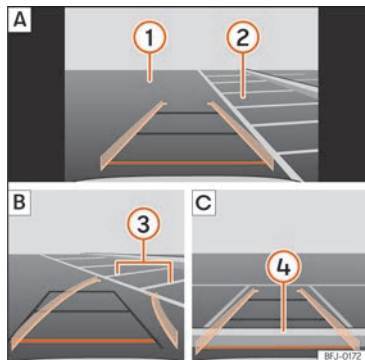

Fig. 218 Visualização no ecrã do sistema de infotainment: estacionar com o assistente de marcha-atrás
Legenda da **Fig. 218**:
- Posicione o veículo à frente do lugar de estacionamento » **Fig. 218 2 A**.